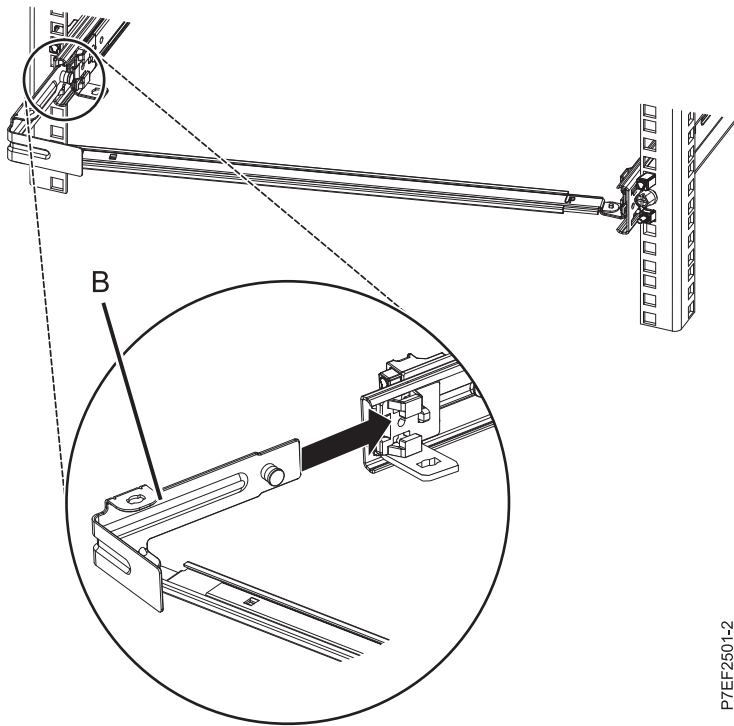

Figura 12. Tendido de la patilla e instalación de la abrazadera en el riel deslizante
- Conecte la pieza de sujeción de tope de portacables (**B**) a la ranura en la parte interior del lado izquierdo deslizando la pieza de sujeción de tope (**B**) en el riel deslizante hasta que el pestillo accionado por resorte quede fijado. Para obtener detalles, consulte la Figura 12 en la página 10.